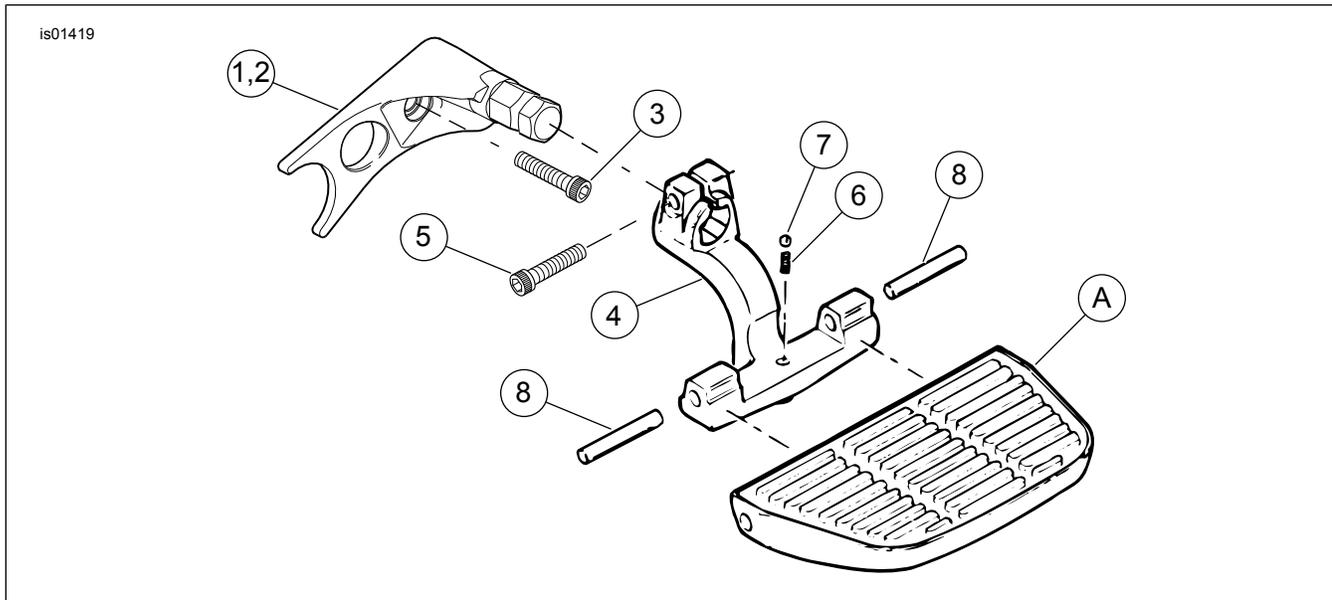

Figura 1. Piezas de servicio: Kits de soportes de las placas apoyapiés del pasajero para Softail
Vea Figura 1 y Tabla 1.
1. Vea Figura 1. Instale los soportes de la placa apoyapiés (1) y (2) de la siguiente manera:
- a. Coloque el soporte de la placa apoyapiés e inserte el tornillo (3) a través de la pieza y dentro del agujero de montaje de la placa apoyapiés.
- c. Apriete el tornillo (3) a 45-50 lb-pie (61-67,8 Nm).
2. Coloque el soporte de la placa apoyapiés (4) en el espárrago de montaje de modo que el agujero del perno quede alineado con la ranura maquinada en el espárrago.
3. Inserte el tornillo (5) a través del lado izquierdo en el cubo partido del soporte de la placa apoyapiés. Enrosque en el agujero roscado (lado derecho) del cubo partido.
4. Apriete el tornillo (5) a 10 lb-pie (13,6 Nm).
5. Coloque el resorte (6) dentro del agujero de retención en el soporte de la placa apoyapiés. Repose la bola (7) en la parte superior del resorte.
6. Consulte la hoja de instrucciones correcta para instalar el apoyapiés (A) y los pasadores de pivote (8) de su motocicleta.